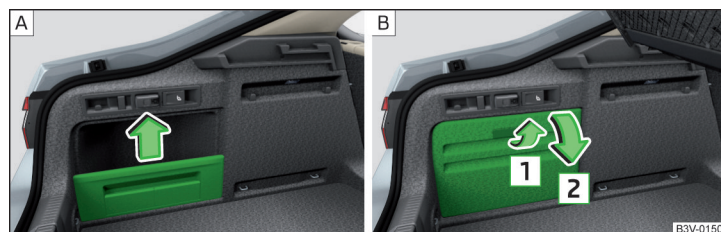

Fig. 130 Retirar los depósitos laterales / Abrir el compartimento lateral
- Abrir y extraer los depósitos laterales en ambos lados del maletero » fig. 130 de la pág. 109 - **B**.
En ambos lados del maletero se encuentran según el equipamiento del vehículo depósitos laterales » fig. 130 - **A** o compartimentos laterales bloqueables » fig. 130 - **B**.
➤ Retirar el compartimiento guardaobjetos en el sentido de la flecha » fig. 130 -
➤ Para abrir, tirar el tirador en el sentido de la flecha [1] y abrir el compartimento en el sentido de la flecha [2] » fig. 130 - [B]. Se puede extraer el compartimento.
- Abrir los depósitos laterales en ambos lados del maletero » fig. 130 de la pág. 109 - [B].